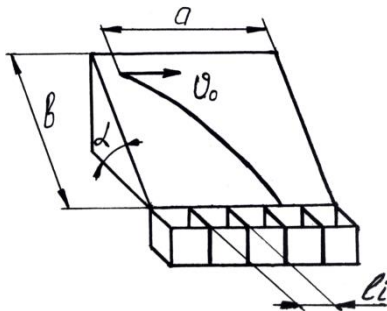

Рис. 1.1
1.19. Фрикційний сепаратор складається з площини, яка розташована під кутом α до горизонту, та коробочки, поділеної на секції, до якої потрапляють частки добрив або насінини (рис.1.1). Частки подаються на площину зі швидкістю v_0 , яка спрямована перпендикулярно до лінії найбільшого нахилу. Скласти диференціальне рівняння руху частки з коефіцієнтом тертя f по площині. Визначити розміри секцій l_i , які забезпечать сепарацію часток за коефіцієнтом тертя в межах від f_{min} до f_{max} з інтервалом Δf , якщо b задане.